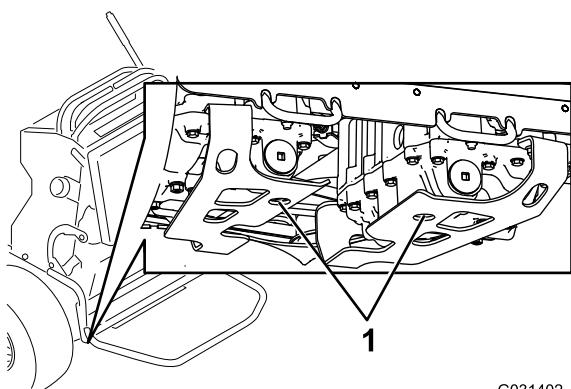

Figura 67
- Individuate i tappi di spurgo sul fondo della trasmissione e posizionate una bacinella di spurgo sotto il tappo (Figura 67).